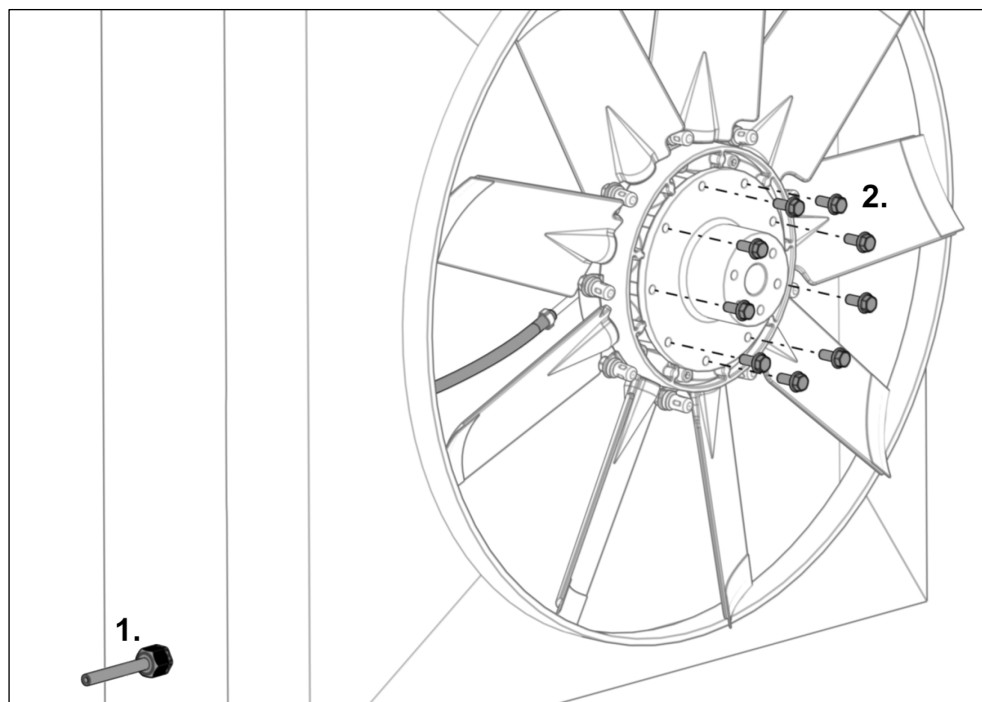

Fig. 29
- 20)** Leid de drukslang door de trekontlasting (zie Fig. 29 stap 1).
- 22)** Schroef de bijgeleverde montageschroeven handvast aan (zie Fig. 29 stap 2).